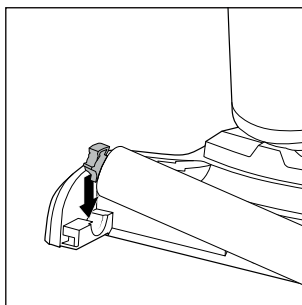

Rys. 38
- ◆ Wałek szczotkowy ❹ można na czas schnięcia umieścić również w pozycji pionowej w uchwycie szczotki ❺ w stacji parkowania i czyszczenia (patrz rys. 38).